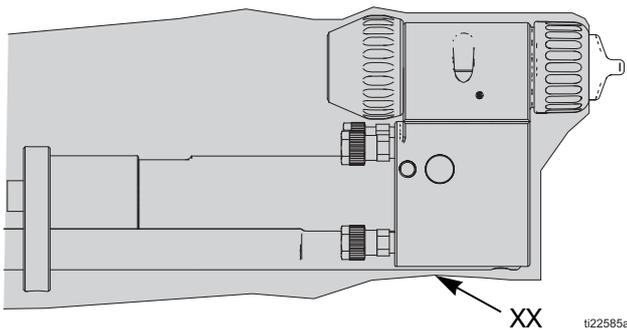

FIG. 18 Copertura della pistola
Installare la copertura della pistola (XX) sulla parte frontale della pistola e farla scorrere all'indietro per coprire le tubazioni e i flessibili esposti sulla parte posteriore del collettore. Vedere: FIG. 18.